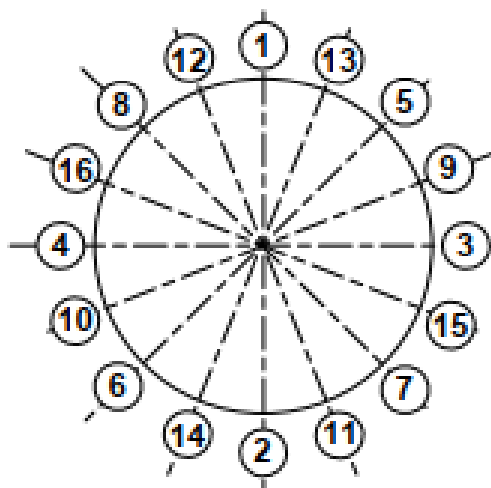

Рис.1. Очередность затяжки гаек на фланцах.
- 4.2. Произвести затяжку гаек расходомера с фланцами трубопровода согласно очередности на Рис.1: